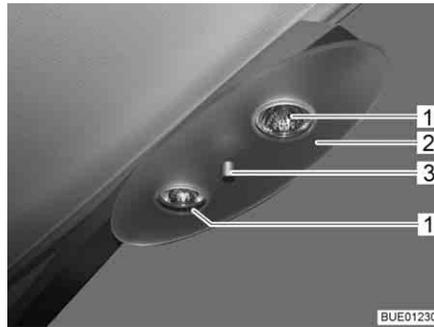

Fig. 233 Lámpara halógena de techo
- Desenroscar la tuerca de fijación (Fig. 233,3) y retirar la cubierta (Fig. 233,2).
- Extraer la bombilla halógena (Fig. 233,1).